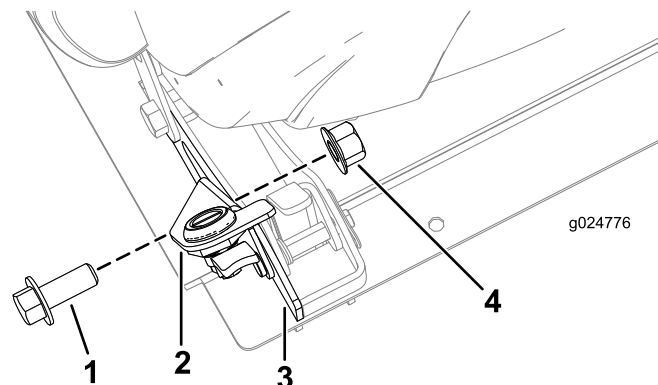

**Figure 59**
7. Posez le ressort sur l'axe de chape (Figure 59).